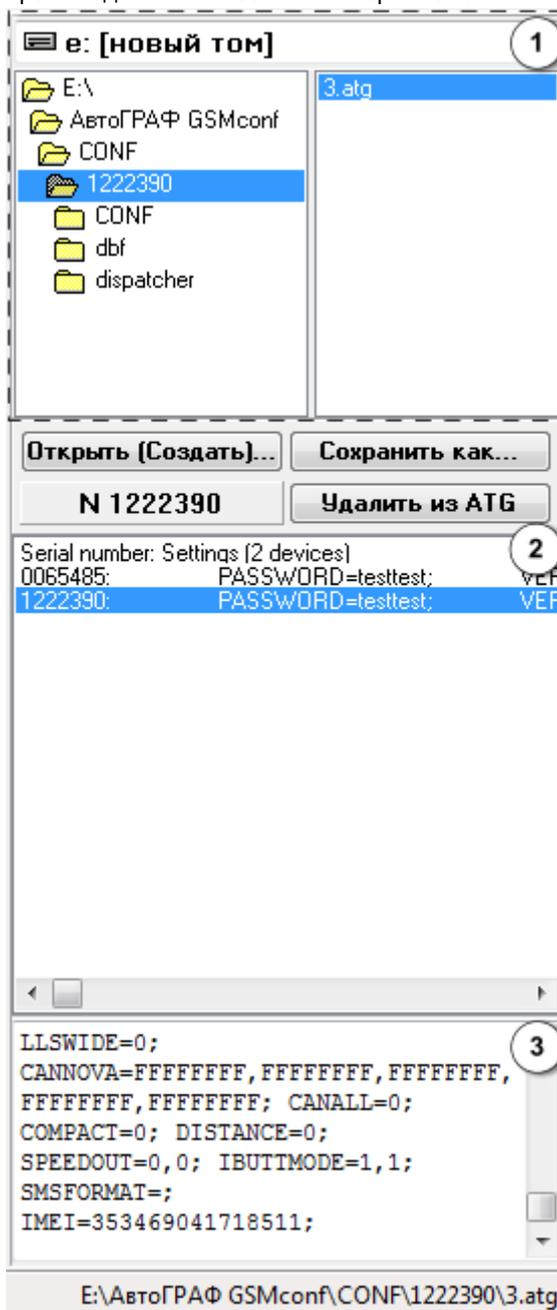

Рис.5 – АТГ браузер.
- В верхней части браузера (рис.5, поле 1) выберите нужный файл с настройками. Дважды нажмите на файл левой кнопкой мыши, файл откроется. Вы также можете открыть АТГ файл, нажав кнопку **Открыть (создать)** и выбрав в появившемся окне нужный файл.